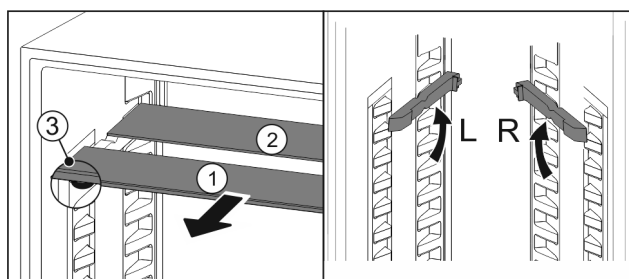

Fig. 92
- Izvucite Fig. 92 (1) staklene ploče jednu po jednu prema naprijed.
- Staklena ploča Fig. 92 (1) s ukrasnom letvicom nalazi se sprijeda.
- Zaustavljači Fig. 92 (3) su usmjereni prema dolje.